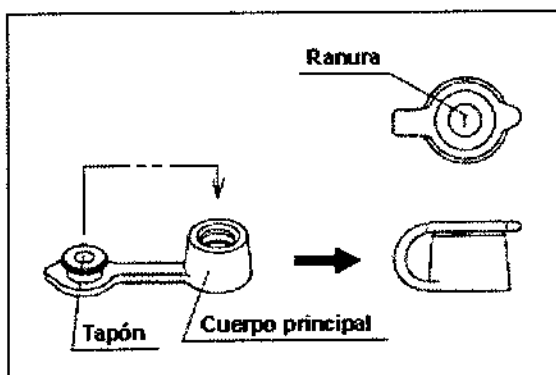

Figura 3.9
2. Coloque el tapón firmemente sobre el cuerpo principal (véase la figura 3.9).